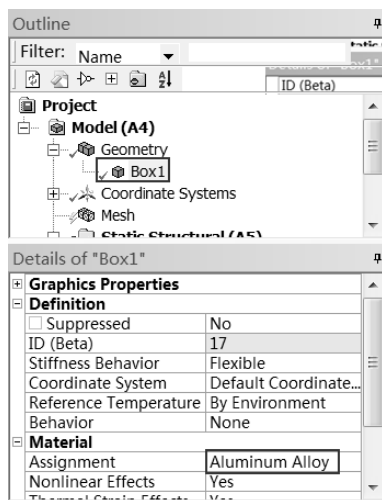

图 4-39 修改材料后的分析树
Step3 : 单击参数列表中的 Material 下 Assignment 区域后的 ▾, 此时会出现刚刚设置的材料 Aluminum Alloy, 选择即可将其添加到模型中去。如图 4-39 所示, 表示材料已经添加成功。